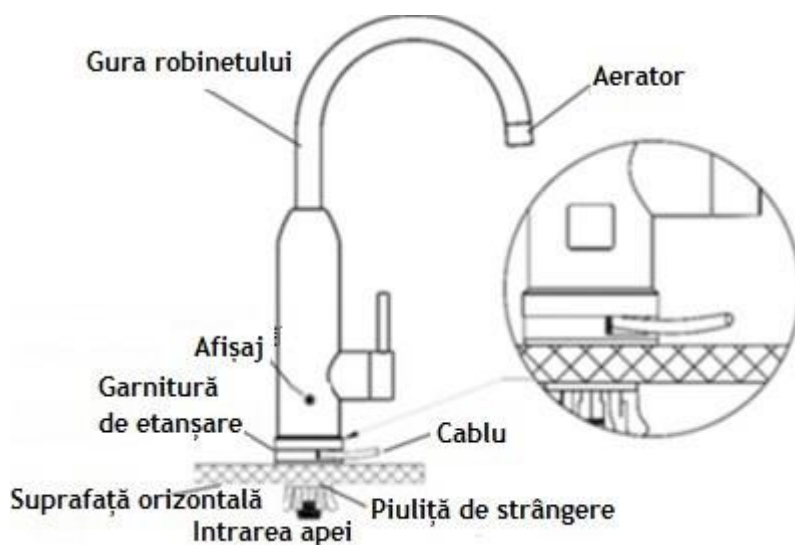
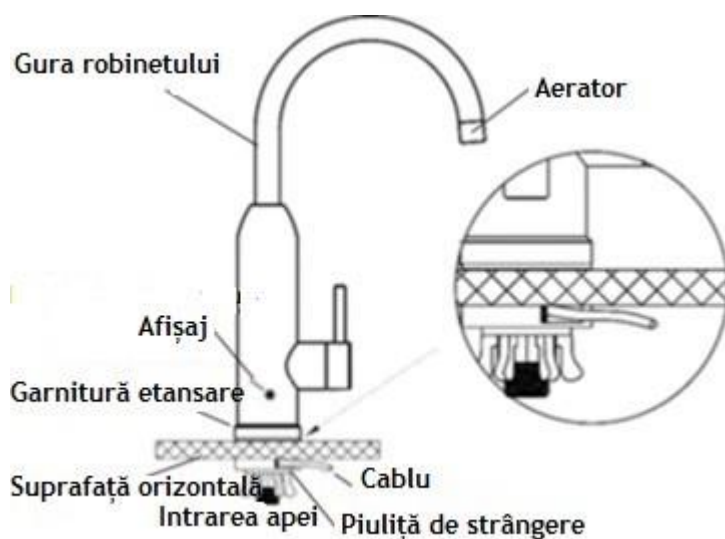

Figura 1. Ieșirea cablului de alimentare deasupra chiuvetei
Figura 2. Ieșirea cablului de alimentare sub chiuvetă
2. Montați încălzitorul pe chiuvetă în funcție de opțiunea de montare selectată, așa cum se arată în Figura 1 sau Figura 2.
Supapa de siguranță s-a declanșat.	- Scoateți aparatul din priză și închideți alimentarea cu apă. - Așezați dopul de cauciuc al supapei de siguranță (figura 1) în poziția inițială. - Adăugați apă în încălzitor, așteptați până când apa se revarsă din gura de scurgere și apoi opriți alimentarea cu apă. Verificați etanșeitățile tuturor conexiunilor - Conectați aparatul la sursa de alimentare